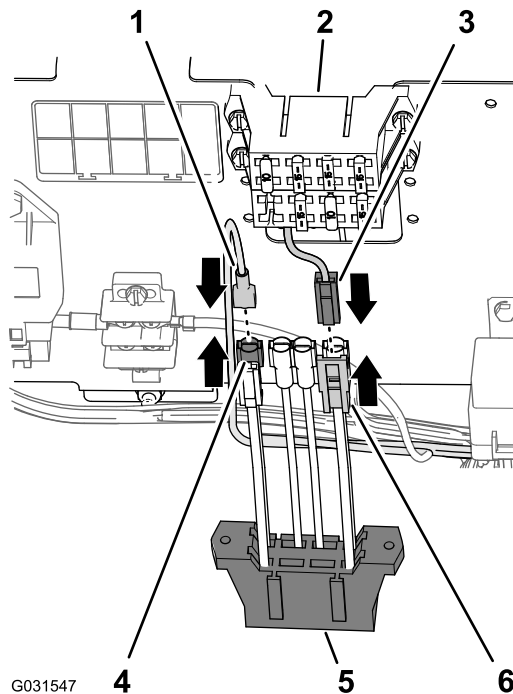

Figura 204
1. Ligue o conector macho da cablagem do kit de acabamento ao conector fêmea do bloco de fusíveis auxiliar (Figura 204).
2. Ligue o conector de 2 pinos aos fios de alimentação auxiliar do bloco de fusíveis da máquina ao conector de 2 tomadas dos fios de alimentação do bloco de fusíveis auxiliar (Figura 204).